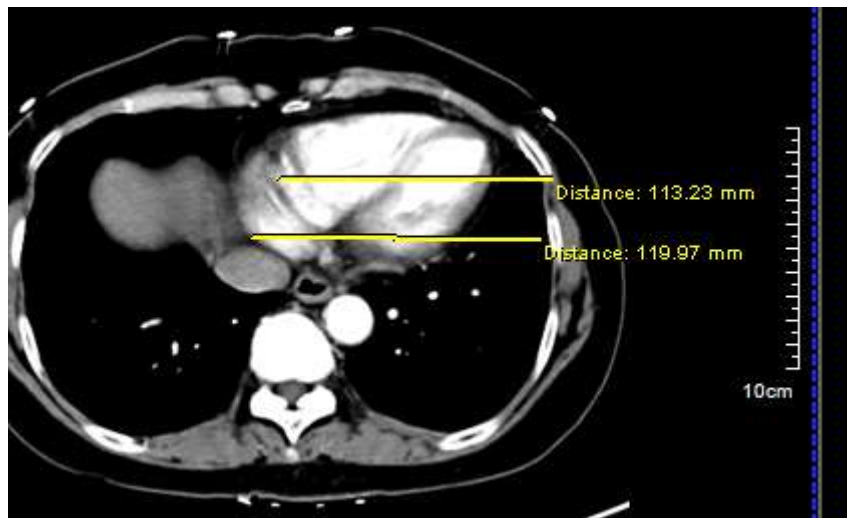

Рисунок 6-12 Измерение расстояния
4. После того, когда будет завершено измерение, то значение расстояния и единица измерения отображаются на изображении, как показано на Рисунок 6-12.